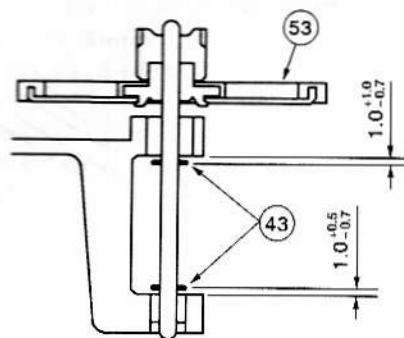

Fig. 2-4
- For position of the ④③ washers after reinstalling the ⑤③, refer to Fig. 2-4.
- ⑤③ 取り付け後の ④③ ワッシャの位置は、Fig. 2-4 を参照のこと。また、シャフトのオイルをアルコール等で拭き取ること。